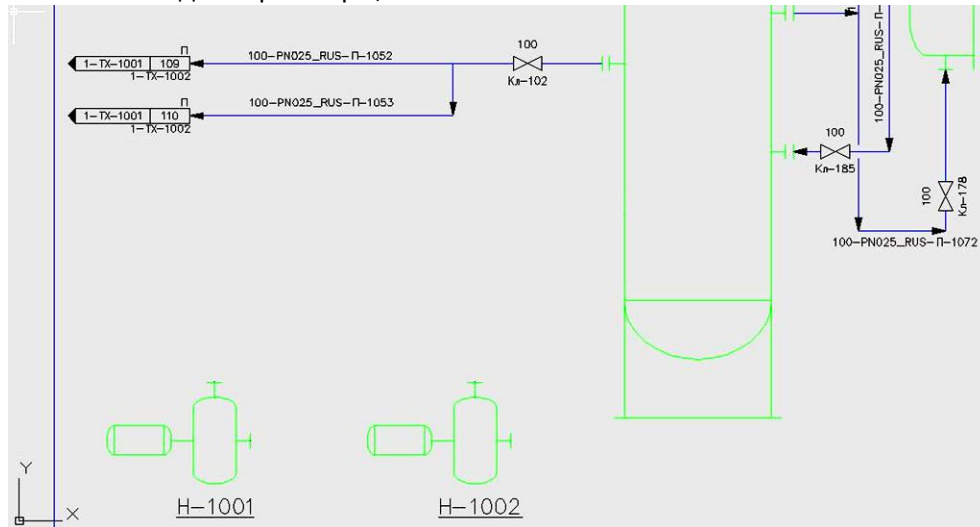

Рис. 10
- Разместите идентификаторы, как показано на Рис. 10.